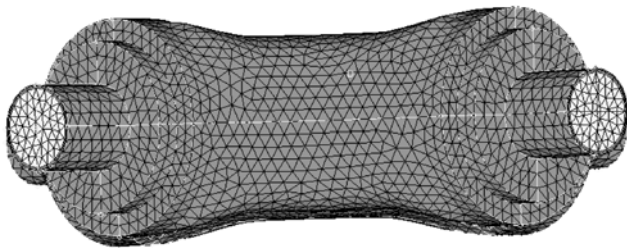

图 5-200 选择 inflow 组件的结果
- (11) 选择 Mesh > Delete > Elements 命令。单击黄色的 elems 按钮并选择 displayed。
- (12) 单击 delete entity 命令, 这样将删除掉模型中所有的 2D 单元。
- (13) 在 Delete 面板下, 单击切换按钮并为 elems 切换为 comps。单击 comps 并选择已经没有用的组件: CFD_boundary_layer、Hexcore、Pyramids、faces_pyra_hex、tetras_exterior。
- (14) 依次单击 delete entity 和 return 按钮。
- (15) 在 Model Browser 中, 右击 Component 并选择 Show 来显示剩下的组件。现在仅有体单元可以被显示。
- (16) 选择 BC > Faces 命令。
- (17) 单击 comps 按钮并选择 fluid 组件。
- (18) 输入 tolerance 的值为 0.010 并选择 find faces。单击 return 按钮关闭面板。
- (19) 选择 BCs > Organize 命令。
- (20) 单击 elems 按钮并选择在入口处的单元。
- (21) 单击 dest component = 并选择 inflow 组件, 结果如图 5-200, 接着单击 move 按钮。